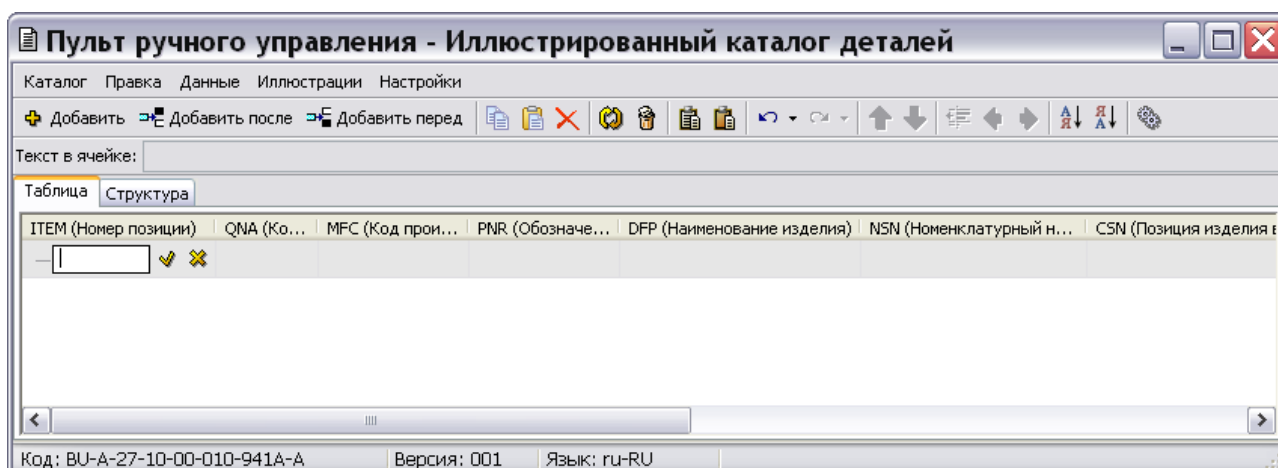

Рис. 6.7
2. Для начала ввода данных в ячейку выделите ее и нажмите F2, ENTER или щелкните по ней левой кнопкой мыши. Можете также использовать инструмент **Изменить элемент**  на панели инструментов в верхней части окна. При этом в самой ячейке таблицы появятся инструменты, необходимые для ее редактирования (Рис. 6.7). Набор инструментов зависит от типа поля ячейки.